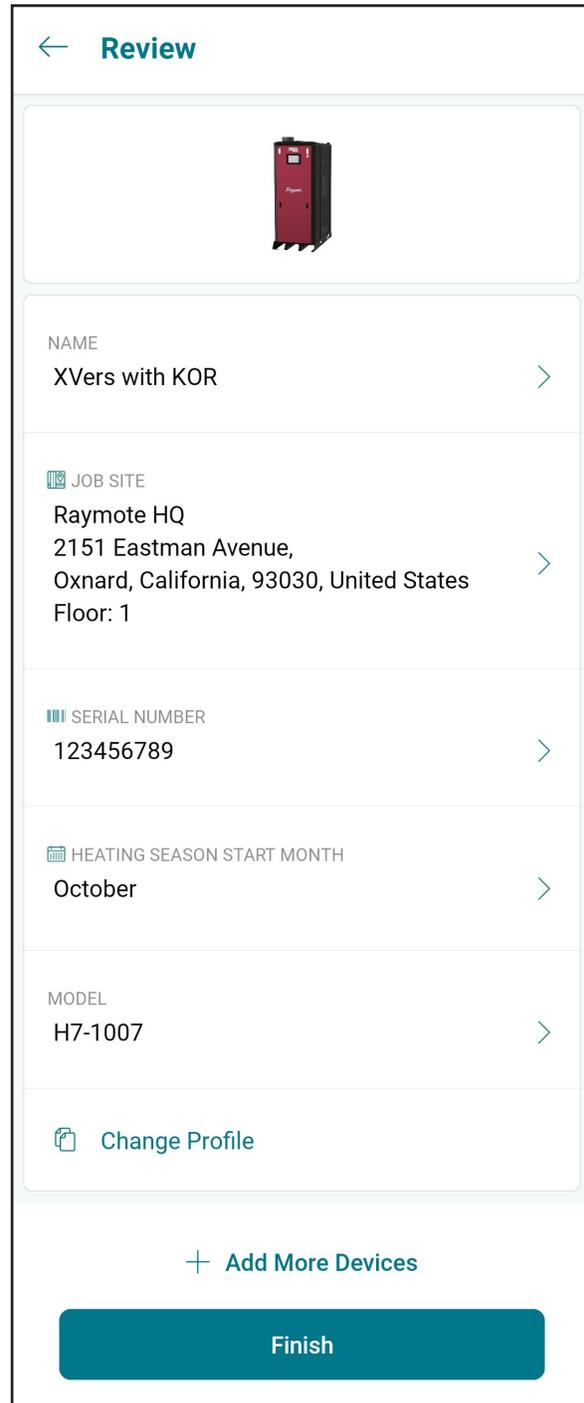

Figure 29. Revue des renseignements
2. Appuyez sur le bouton "Set Up As New" pour entrer les renseignements descriptifs de l'appareil. Appuyez sur le bouton "Apply recently used profile" pour appliquer un profil sauvegardé, voir **Figure 29**.